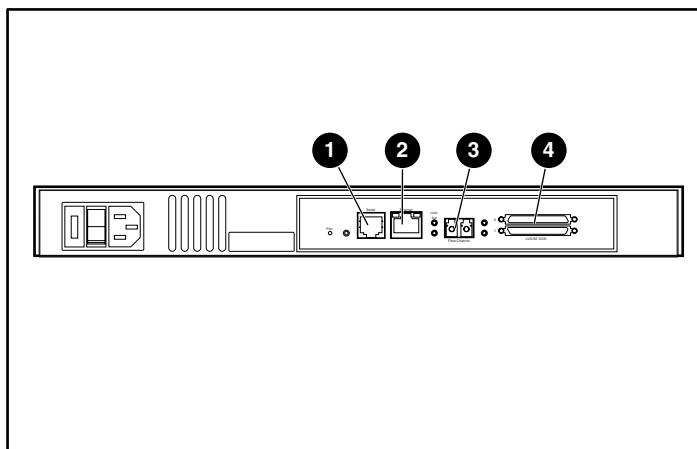

Figura 3-2: Ubicaciones de los puertos en la parte posterior
La Figura 3-2 muestra una ilustración de las ubicaciones de los puertos en el router.
1. Busque el puerto de Canal de Fibra situado en la parte posterior del router. Consulte la Figura 3-2 para ver una ilustración del puerto de canal de fibra ubicado en la parte posterior del router.
2. Busque los buses SCSI. Consulte la Figura 3-2 para ver una ilustración del bus SCSI ubicado en la parte posterior del router.
Consulte la Figura 3-2 para ver una ilustración de la ubicación del puerto serie en la parte posterior del router.